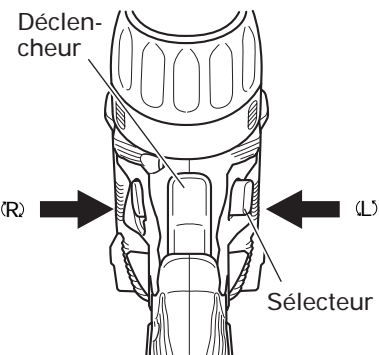

Fig. 17
Desserrer le manchon en le tournant vers la gauche (dans le sens inverse des aiguilles d'une montre vu de face), et sortir la mèche, etc. (Voir Fig. 17)
En appuyant sur côté-L du sélecteur la mèche tourne dans le sens anti-horaire. (Voir Fig. 17) (Des repères (L) et (R) sont prévus sur le bouton du sélecteur.)